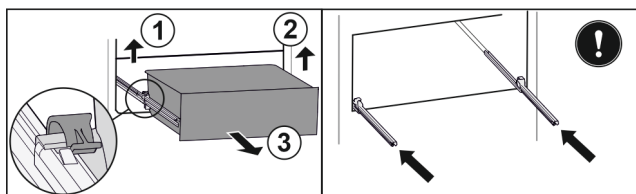

Fig. 129
- Soulever la bride gauche et tirer dans le même temps la partie gauche du tiroir vers l'avant. Fig. 129 (1)
- Soulever la bride droite et tirer dans le même temps la partie droite du tiroir vers l'avant. Fig. 129 (2)
- Retirer le tiroir par l'avant. Fig. 129 (3)